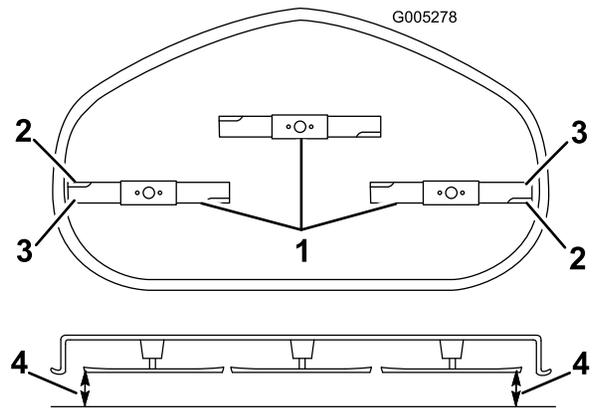

Figure 41
5. Tournez prudemment les lames pour qu'elles soient parallèles dans le sens transversal (Figure 41).
4. Mesurer la distance entre les tranchants extérieurs et le sol plat (Figure 41). Si les deux mesures diffèrent de plus de 5 mm (3/16"), un réglage s'impose. Poursuivez la procédure.